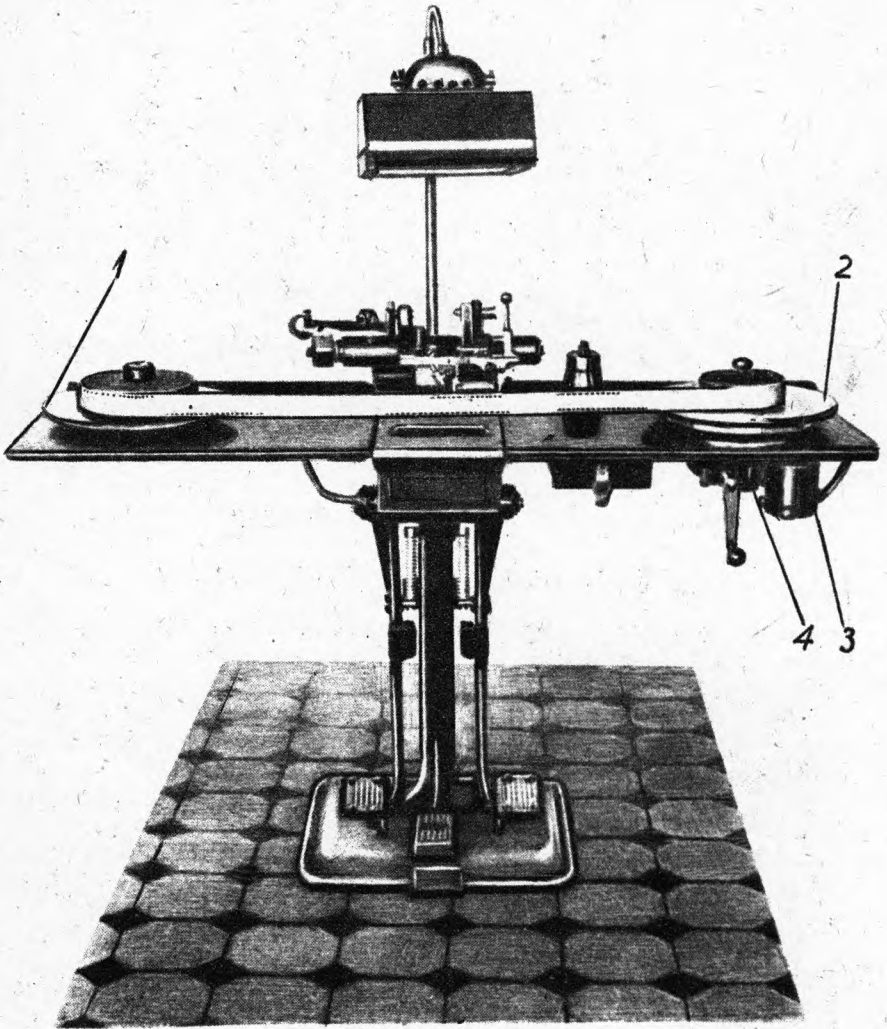

Рис. 1. Общий вид
- Общий вид склеечного полуавтомата показан на рис. 1.
Для перемотки пленки на столе склеечного полуавтомата установлен горизонтальный перематыватель 35-МОГ-ЗА, состоящий из сматывателя 1, наматывателя 2 и электродвигателя 3 (рис. 1):